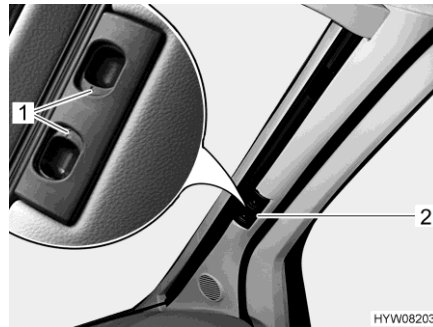

Fig. 18 Estor plegable (luna delantera)
- Presionar los tiradores de desbloqueo (Fig. 18,1) y mantenerlos presionados.
- Tirar el estor plegable para la luna delantera del tirador (Fig. 18,2) hacia el centro de la ventana.
- Empujar ambas mitades del estor plegable para la luna delantera en el tirador (Fig. 18,2) hacia afuera, hasta el tope.
- Soltar los tiradores de desbloqueo (Fig. 18,1) y dejar que engatillen.